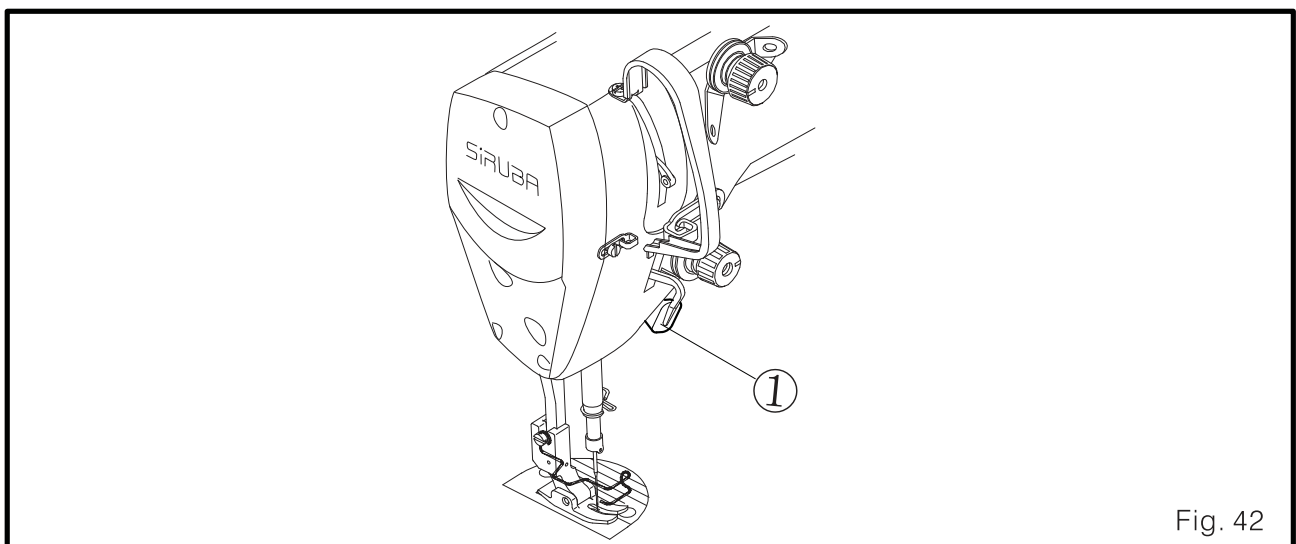

Fig. 42
1. Pressione a alavanca do interruptor ① para iniciar a função de pesponto. (Fig. 42)